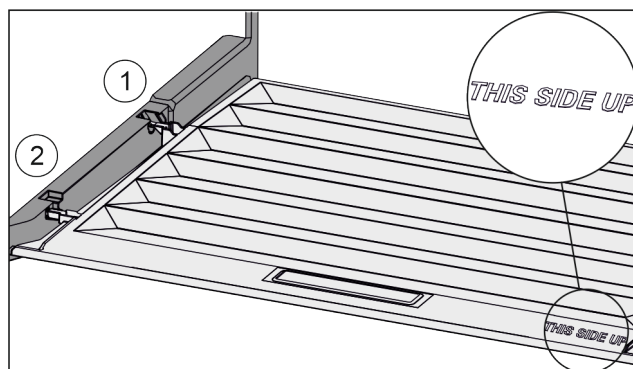

Fig. 125
- Introduceți nervura capacului prin orificiul suportului posterior Fig. 125 (1) și înclișetați-l în față în suport Fig. 125 (2).